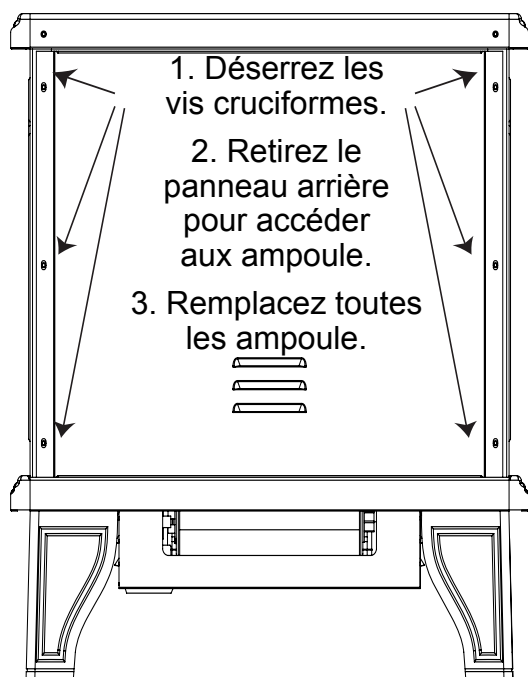

Fig. 5
3. Desserrer les vis qui maintiennent le panneau arrière du poêle sur le corps principal du poêle (consulter la figure 5).